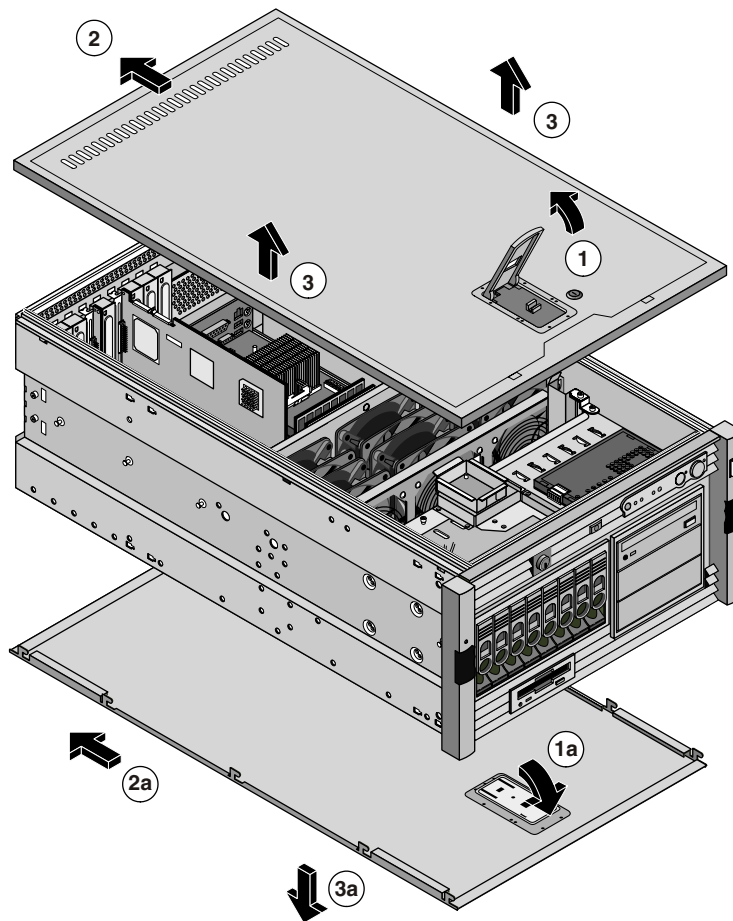

Figure 3-2. Retrait des capots de HP Server tc4100
12. Pour retirer le capot supérieur, tirez le loquet vers le haut et soulevez le capot en l'éloignant du serveur. Voir la Figure 3-2.
13. Le cas échéant, retirez le capot inférieur en soulevant le loquet en plastique et en le tirant vers l'avant. Voir la Figure 3-2.